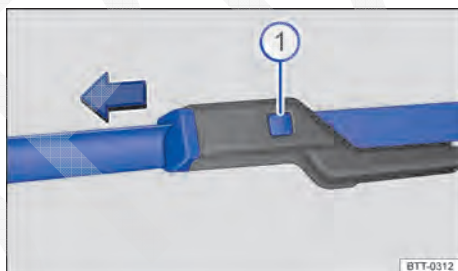

Fig. 161 Substituir as palhetas dos limpadores do para-brisa.
- Manter a tecla de destravamento → Fig. 161 ① pressionada e, ao mesmo tempo, retirar a palheta do limpador do para-brisa no sentido da seta.